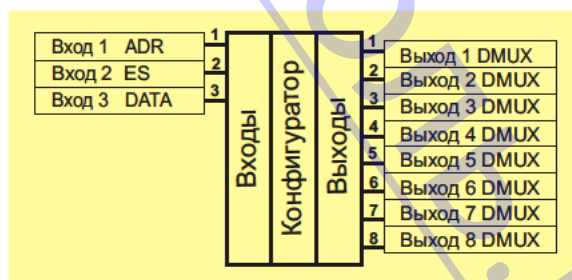

Рис. 90. Блок "Коммутатор", тип "DMUX1-8"
Блок **Коммутатор**, тип "DMUX1-8", является одноэлементным. Блок состоит из 3 x входов и 8 ми выходов (Рис. 90). Первый вход (ADR) указывает адрес коммутируемого выхода. Второй вход (ES) - выбор "элемента". Когда на нем присутствует логический 0, то дается разрешение на коммутацию. Если вход ES = 1, то все выхода DMUX = 0. Работа блока в случае, когда ES = 0, описывается так: